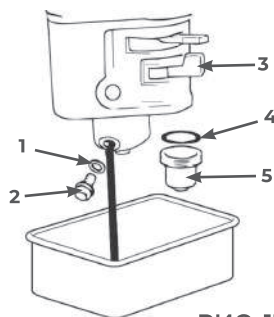

РИС. 17
2. Перекройте топливо. Переведите рычаг топливного крана (3) в положение «ЗАКРЫТО» (Рис. 17).